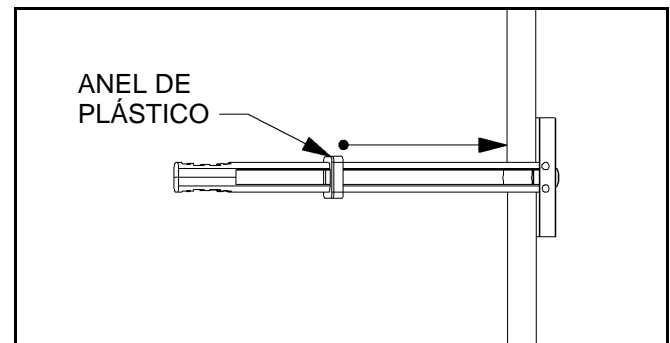

Figura 11.
5. Deslize o anel de plástico da âncora até a superfície da parede (consulte a figura 11).